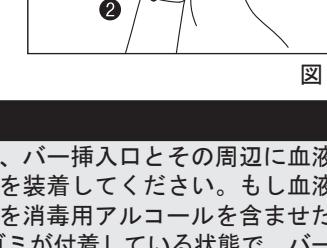

図 8
プッシュボタンを押してチャックを開き（①）、バーを取り外します（②）（図 8）。